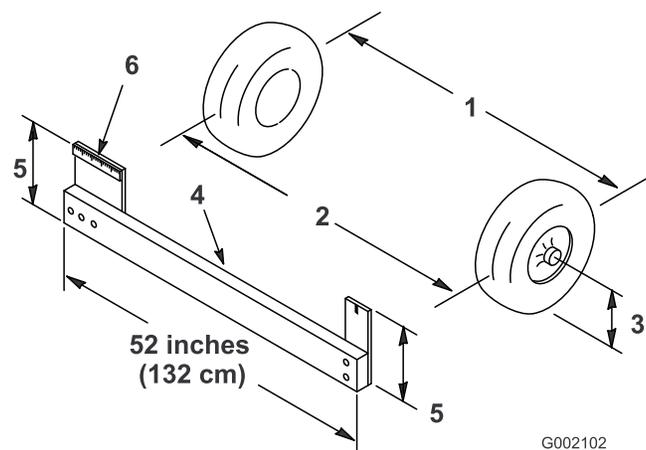

図 42
2. 前輪の前と後ろで、左右のタイヤの中央線間距離を測る；計測はアクスルの高さで行う (図 42)。前輪の後ろで、アクスルの高さで測定を行うには市販または手製のトーイン測定器が必要となる。前後の計測とも同じ道具を使用し、アクスルの高さで正しく測定すること (図 42)。